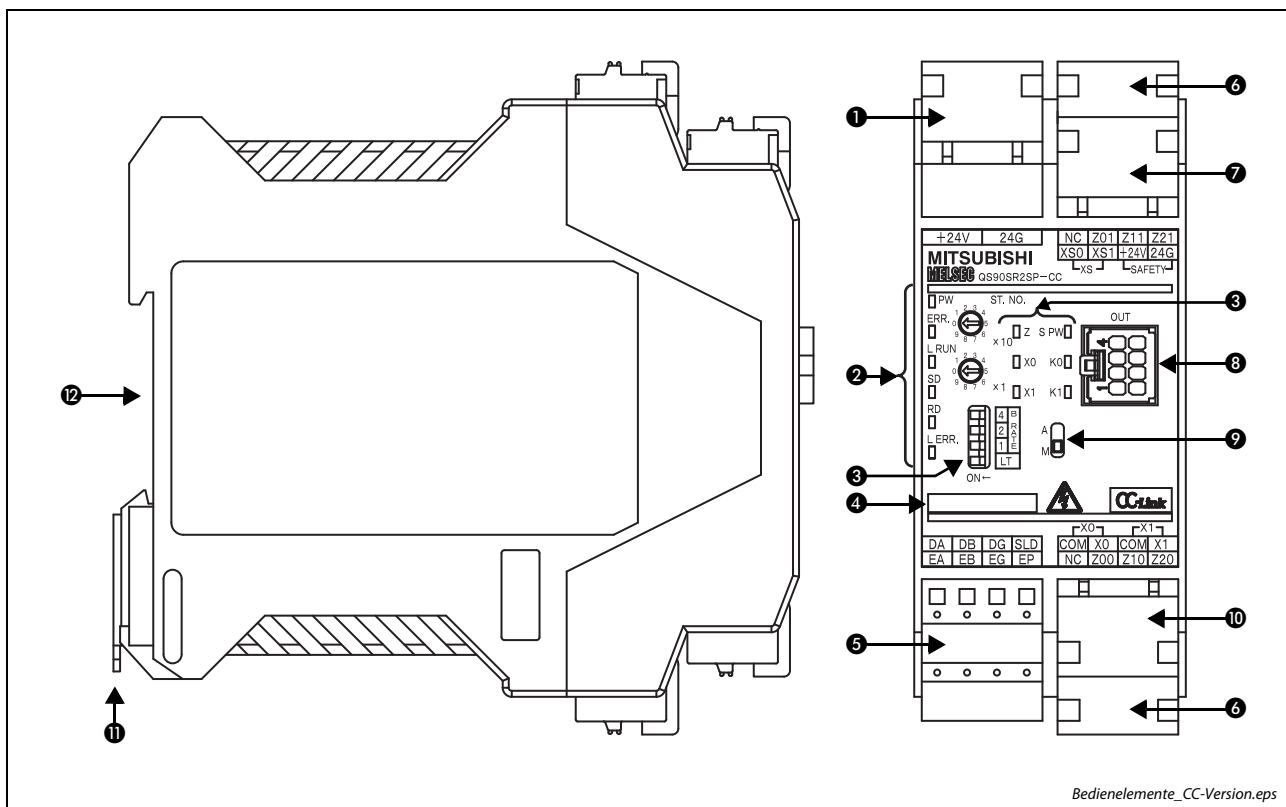

Abb. 4-4: Sicherheitsrelaismodul für CC-Link
Tab. 4-2: Übersicht der Bedienelemente aus Abb. 4-4 (1)
Tab. 4-2: Übersicht der Bedienelemente aus Abb. 4-4 (2)